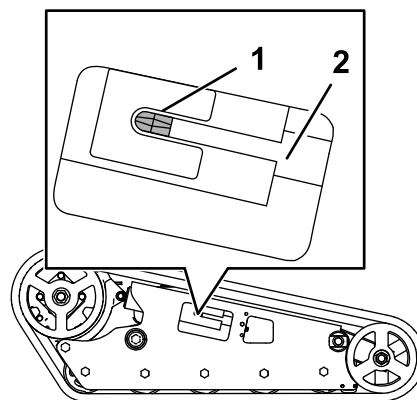

Figure 59
- À l'aide d'un rochet de 1/2", tournez la vis de tension dans le sens antihoraire jusqu'à ce qu'elle arrive en butée (Figure 59).
21. Vérifiez que le bloc de tension est arrivé en butée (Figure 59).